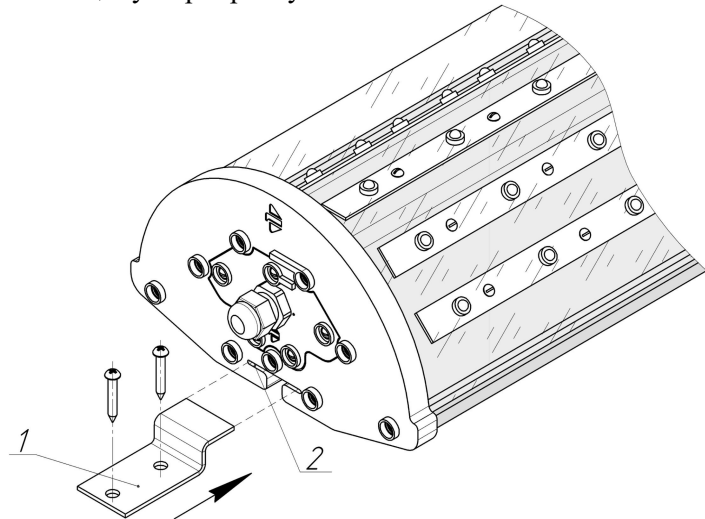

Рис.2 Крепление светильника
2.2.1. Крепление светильников на плоскую поверхность производить с помощью двух кронштейнов (см. рис.2 поз.1). Кронштейны вставить с торца светильника в отверстия крышки (рис.2 поз.2) и крепить к стене или потолку используя дюбель-гвозди или другой крепеж.